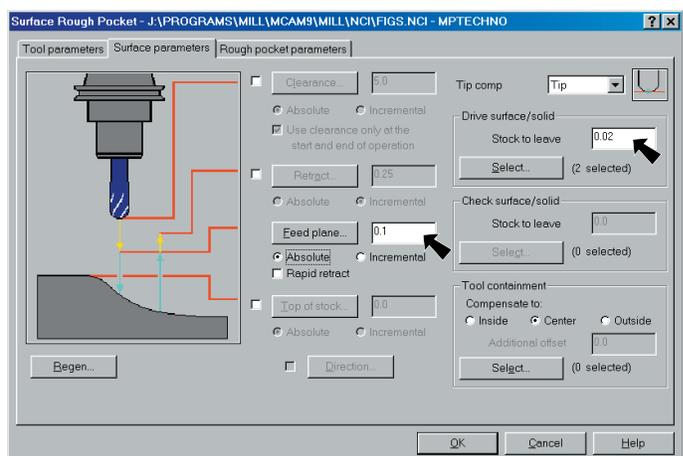

Fig. 5
Step 11. Set Feed Plane: **.1 Absolute** Fig. 5.